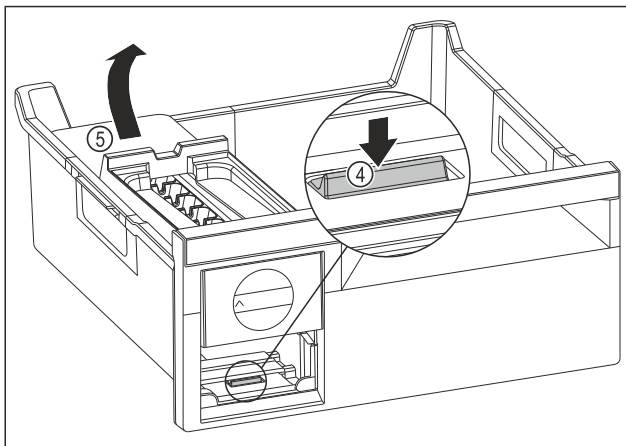

Fig. 144
- EasyTwist-Ice-corpus wegnemen: Strip Fig. 144 (4) met uw vinger omlaag drukken en gelijktijdig met de andere hand de EasyTwist-Ice-corpus Fig. 144 (5) van achteren optillen.